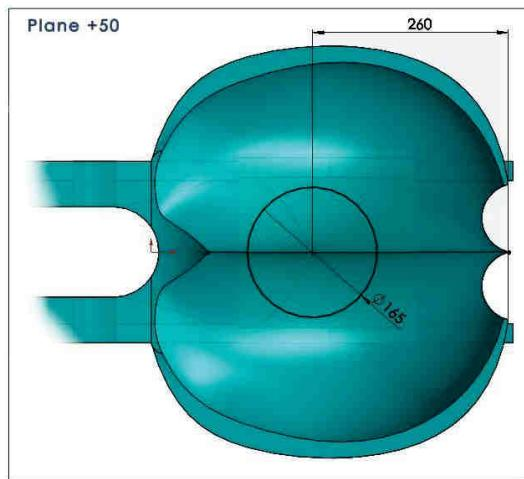

Fig. 3.39
- Se va schița cercul  $d_o=165$  mm în planul +50, fig. 3.39.
- The circle  $d_o=165$  mm will be drawn in the +50 plane, fig. 3.39.